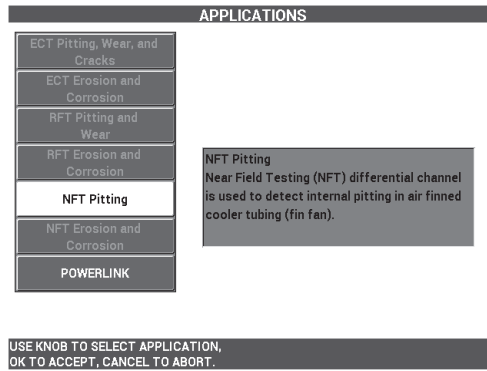

Abbildung 5-224 Anwendung NFT Lochfraß
- Wählen Sie die Funktionstaste A für **WEITER** aus, um das Anwendungsmenü zu öffnen. Drehen Sie dann den Drehknopf, um **NFT Lochfraß** auszuwählen und drücken Sie zur Bestätigung(✓) [siehe Abbildung 5-224 auf Seite 305].